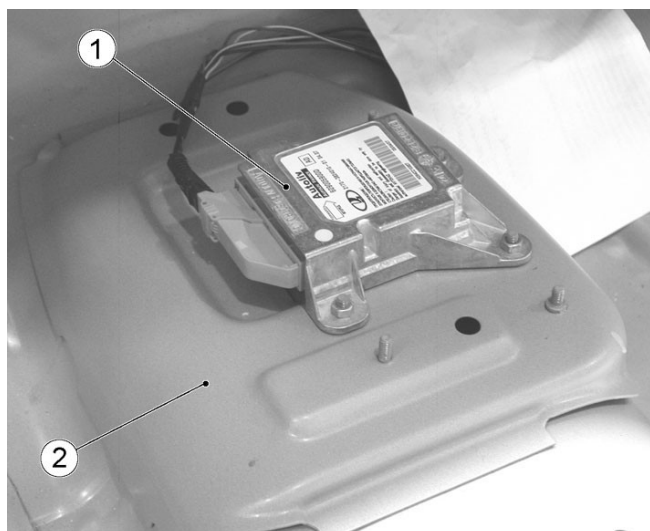

Рисунок 3 – Расположение БУСНПБ:
5.3 Блок 1, рисунок 3, управления СНПБ закреплен тремя гайками на кронштейне 2 на тоннеле пола и расположен под консолью панели приборов, под ковриком пола.